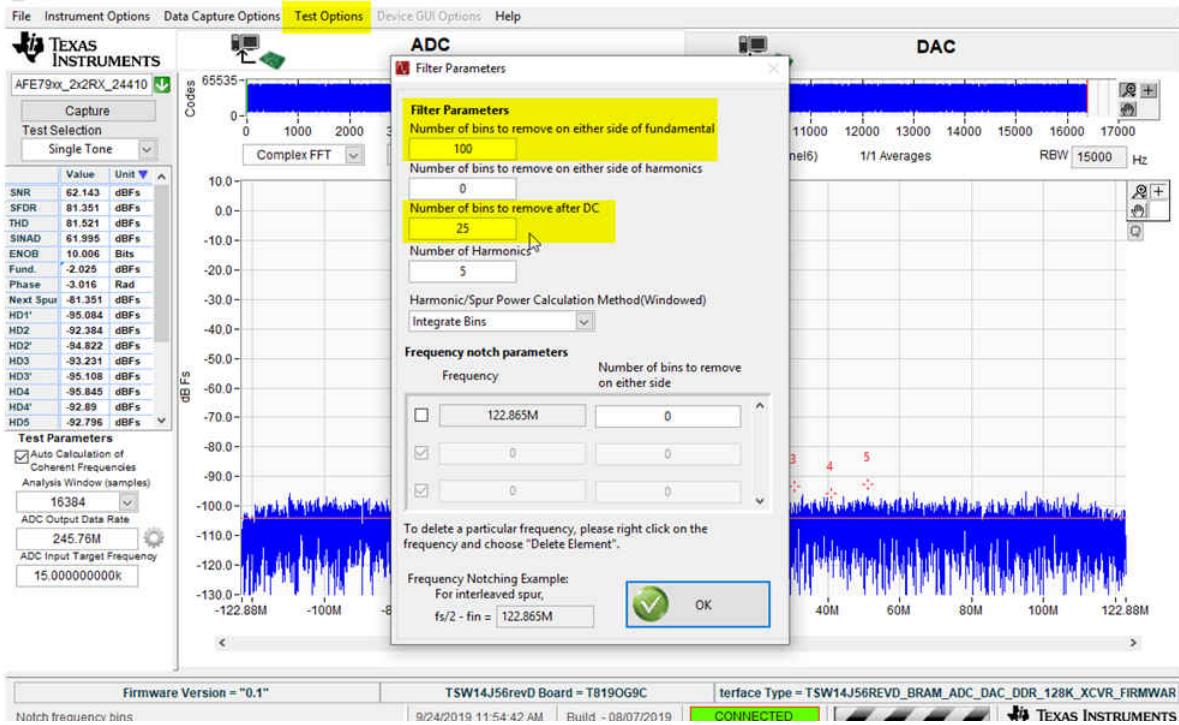

图 4-10. HSDC PRO ADC 性能 FFT 频段配置
- 在开始捕获 RXADC 和 FBADC 性能之前，必须设置 HSDC PRO 的测试选项。转到 *Test Options* 以进入 *Filter Parameters* 菜单。默认情况下，需要在基波任一侧删除 25 个频段。将要在基波任一侧移除的频段数量更改为 100（参阅图 4-10）。